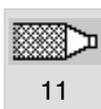

Fig. 4-46
2. Prima a tecla do canal as vezes necessárias para que o contorno colorido da tecla, e da letra do grupo sob o símbolo do canal, desapareça. Consulte fig. 4-46. Agora é possível atribuir o canal a outro grupo. Consulte *Definir grupos, exemplo*.